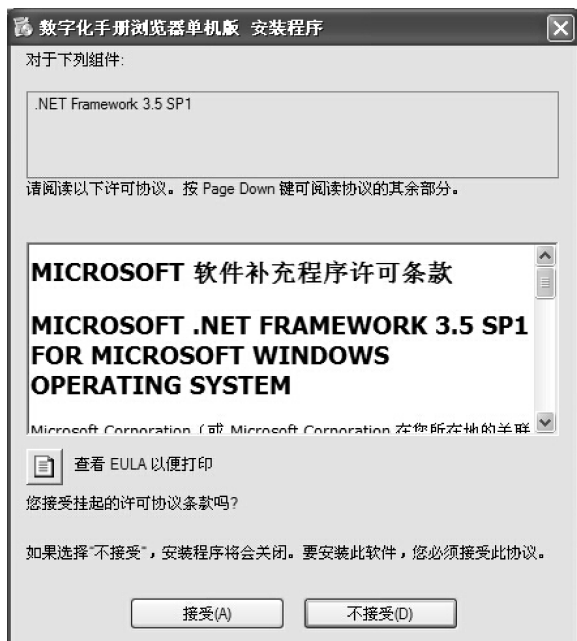

图 1-2 .NET 组件安装
3) 计算机提示是否接受安装 “. NET Framework 3.5SP1” 组件，如图 1-2 所示。